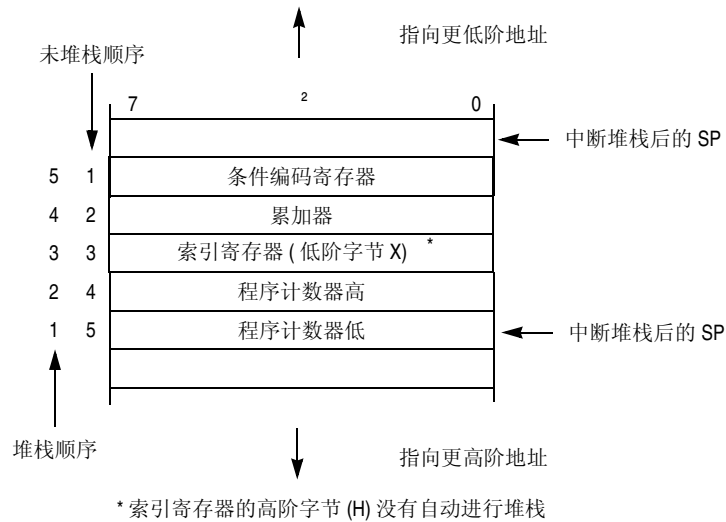

图 5-1. 中断堆栈帧
图 5-1 为堆栈帧的内容和结构。在中断前, 堆栈指针 (SP) 指向堆栈的下一个可用字节。CPU 寄存器的当前值保存在堆栈中, 以程序计数器 (PCL) 的低阶字节开始, 以 CCR 结束。在一次堆栈操作后, SP 指向堆栈的下一个可用位置, 该堆栈是比保存 CCR 的地址小一的地址。被堆栈的 PC 值是主程序的指令地址, 如果中断没有发生, 那么将在下一次中断中实施主程序。